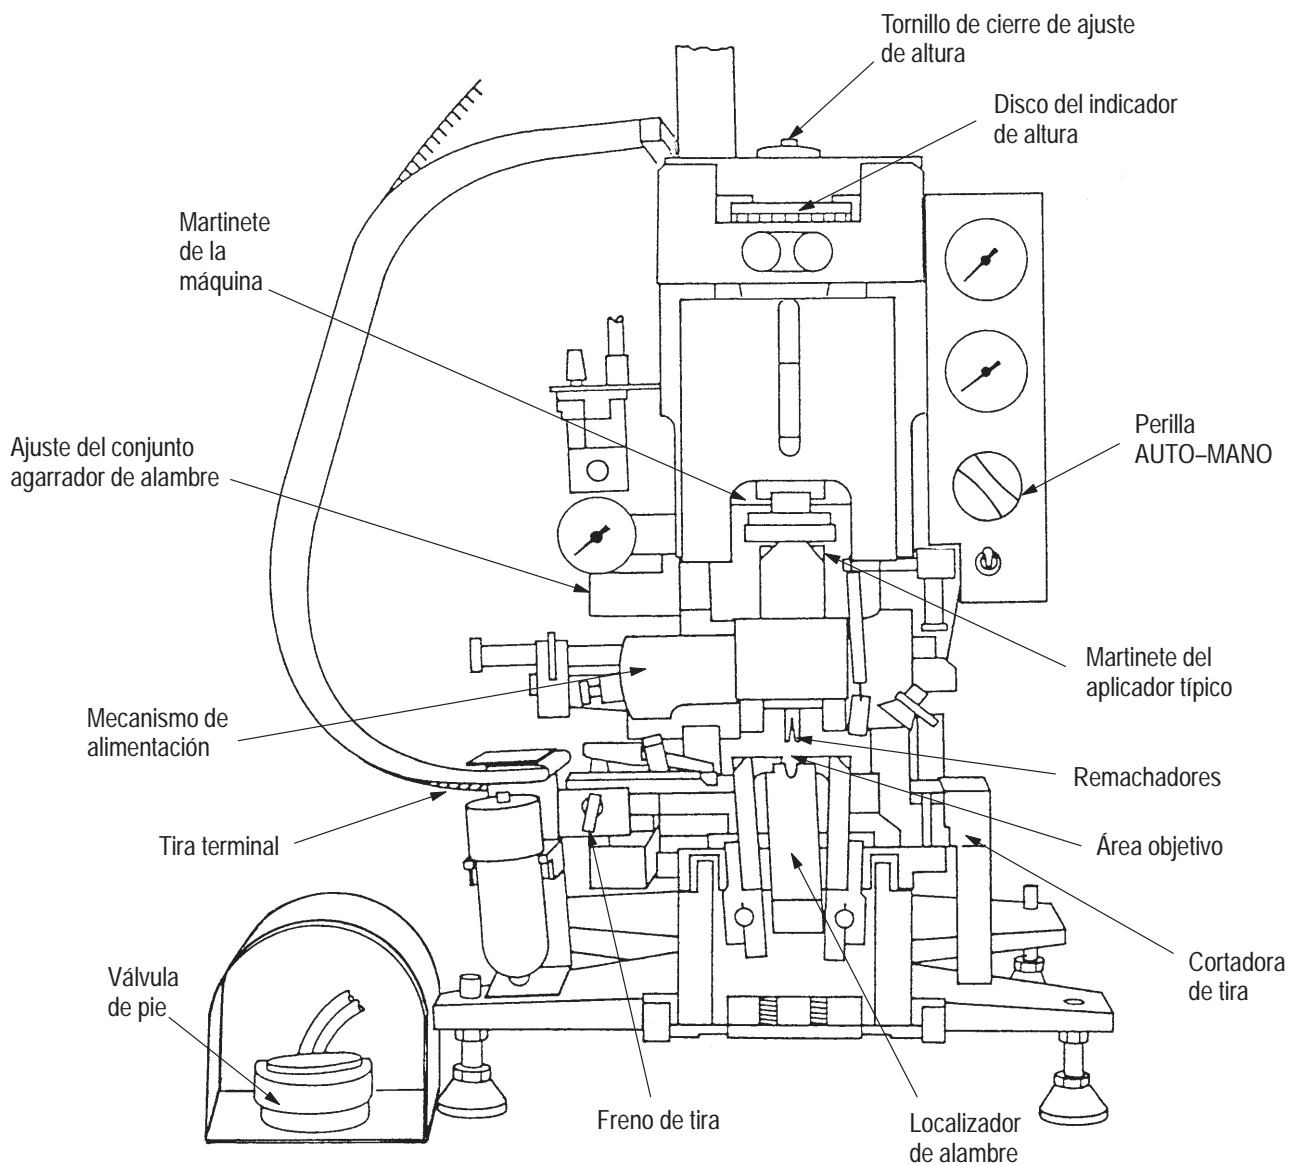

Figura 4-1. Características de la Máquina — Operación
4.1. Carga y descarga de la tira terminal (Figura 4-1)
4.2. Preparación de producción (Figura 4-1)